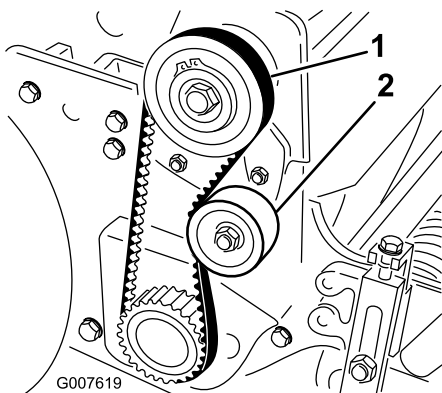

Рисунок 37
2. Проверьте натяжение, приложив к ремню посередине между шкивами (Рисунок 37) усилие 18–22 Н. Отклонение ремня должно составлять 6 мм.
- A. Отпустите гайку крепления натяжного ролика и поджимайте натяжной ролик по часовой стрелке к обратной стороне ремня, пока не будет получено требуемое натяжение ремня (Рисунок 37).